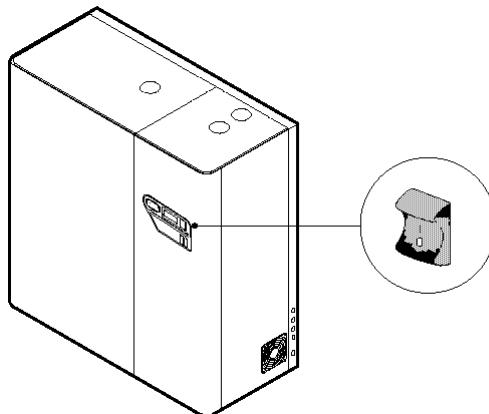

Рис. 6.4.1
Внимание: После калибровки на максимальную производительность, обязательно проверьте калибровку на минимальную производительность, так как она могла нарушиться в результате калибровки на максимальную производительность. При необходимости выполните действия по п.6.3.7. После этого запустите работу газовой горелки в автоматическом режиме путем нажатия кнопки 4 (PRG), как показано на рис. 6.4.1.
- Разомкните контакт выключателя, расположенного на панели управления увлажнителя, установив его в положение 0 (Рис. 6.4.1) и убедитесь, что на панели управления увлажнителя погасли индикаторы;